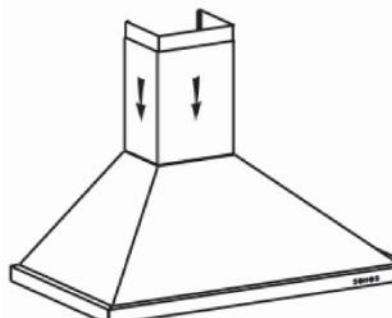

fig. 5
- Coloque as 2 chaminés sobre o exaustor (fig. 5).